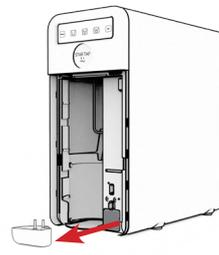
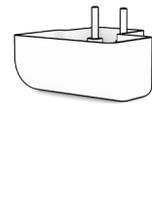

Fig. 2-17
Fig. 2-18
**23.1** - In caso di allarme PERDITA ACQUA, vedi **36.2** sarà necessario svuotare la vaschetta interna raccogli gocce, Fig. 2.18, ed asciugarla con della carta assorbente. Procedere rimuovendo lo sportello frontale in plastica, Fig. 1-13, poi estrarre la vaschetta tirandola verso l'esterno, Fig. 2-17.